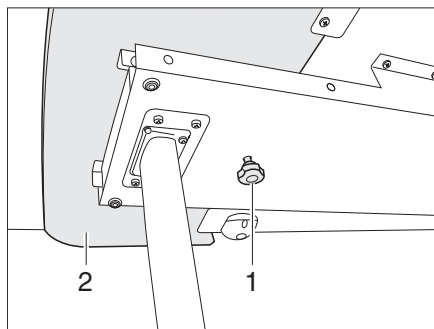
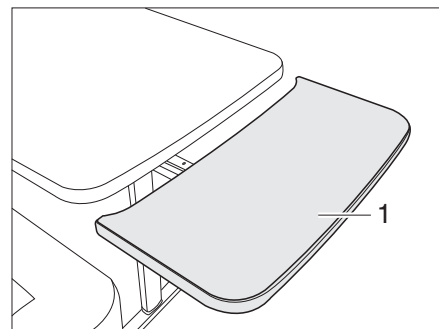

Fig. 91 Bloqueo de la prolongación del tablero de mesa
Fig. 92 Prolongación del tablero de mesa
- Aflojar el tornillo moleteado (Fig. 91,1).
- Extraer la prolongación del tablero de mesa (Fig. 91,2) hasta el tope (Fig. 92).
- Girar la prolongación del tablero de mesa (Fig. 92,1) hacia arriba formando un arco. La prolongación del tablero de mesa tiene contacto a ras con el tablero de la mesa.
- Retirar la prolongación del tablero de mesa (Fig. 92,1) del tablero de la mesa hasta el tope y presionarla hacia abajo venciendo la resistencia de los resortes de retención. La prolongación del tablero de mesa se desplazará hacia abajo formando un arco (Fig. 92).
- Apretar el tornillo moleteado (Fig. 91,1).